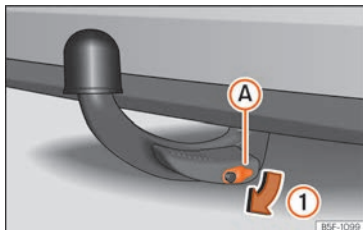

Fig. 259 Retirer le cache de la serrure
- Retirez le cache (A) de la serrure dans le sens de la flèche (1) » fig. 259.